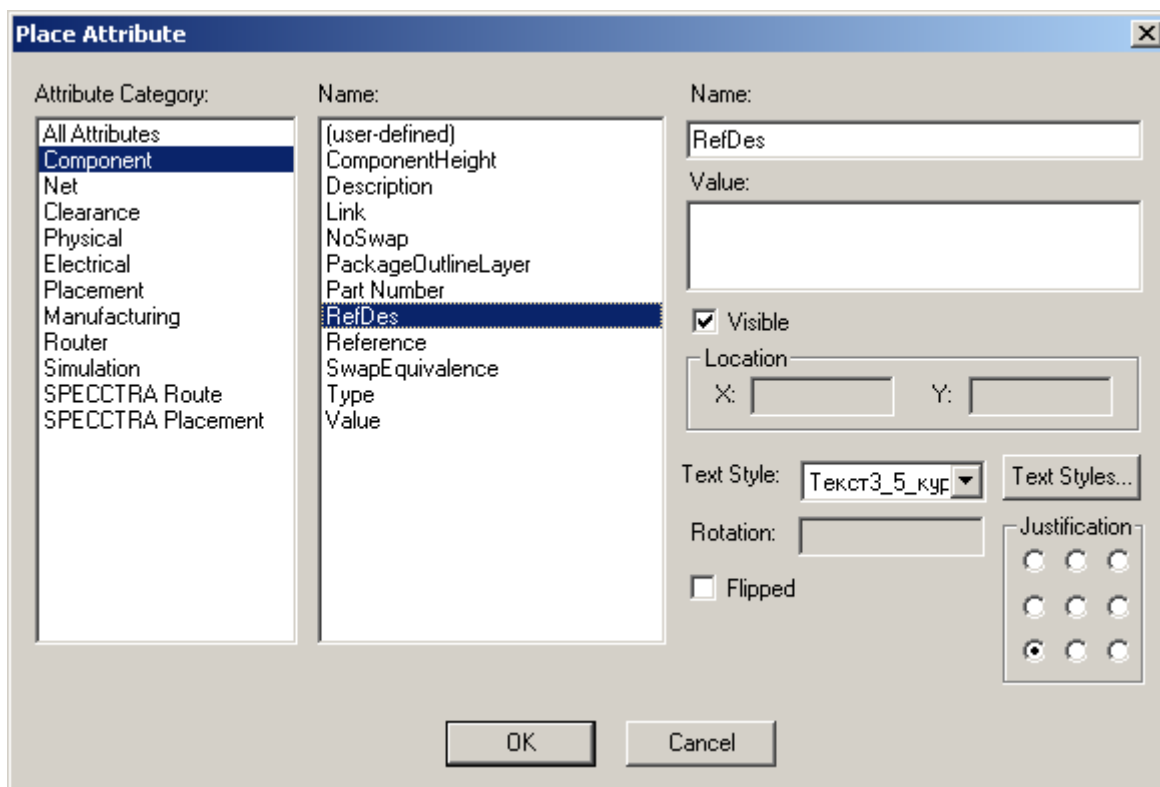

Рис. 7 Команда **Place Attribute**
- 2.19 Выберите команду **Place Attribute** (рис. 7).